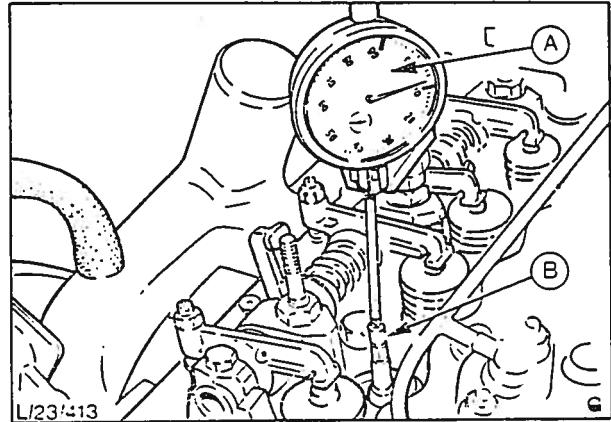

Fig. 36 Motoren satt i spiltidsstilling.
- (a) Kople fra tomgangsarmen og plasser avstandsskiven (verktøy nr. 23-012) som vist i fig. 36.
- (i) Drei motoren forover (med urviseren på veivakselen) 1,66 mm (1,9 ltr.) eller 2,09 mm (2,1 ltr.) og la motoren stå i denne stillingen. I denne stillingen vil det fremre stemplet stå 4,34 mm (1,9 ltr.) eller 4,91 mm (2,1 ltr.) for øvre dødpunkt, fig. 36.